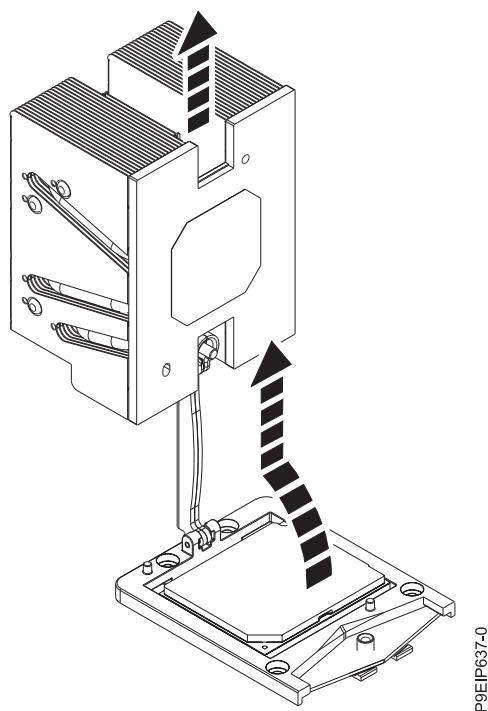

Figure 71. Retrait du dissipateur thermique du bras de chargement
6. Faites pivoter et levez le dissipateur thermique. Le bras de chargement pivote vers le haut. Faites pivoter le dissipateur thermique et ôtez-le du bras de chargement. Voir figure 71.